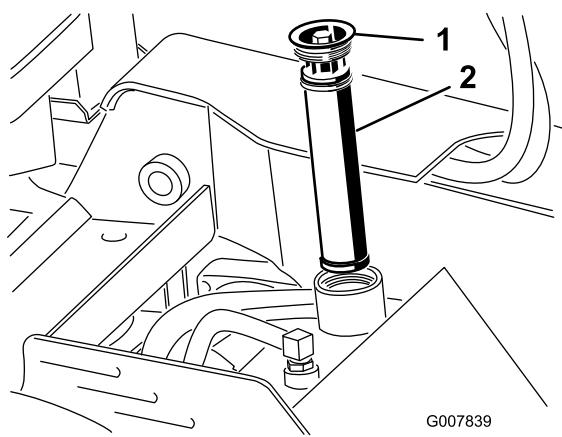

Figura 9
- Retire el tapón/filtro de fluido hidráulico del cuello de llenado del depósito hidráulico (Figura 9).
- Coloque el tapón y el filtro en el cuello de llenado (Figura 9) y apriete el perno de la parte superior del tapón a 13–15,5 N m.